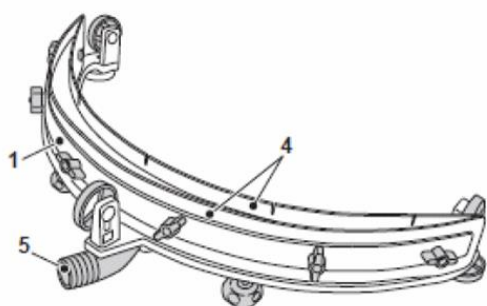

Рис. 14
- Сквидж необходимо тщательно вымыть, особенно резиновые лезвия (4) и соединительную трубку вакуумного шланга (5) (Рис. 14).